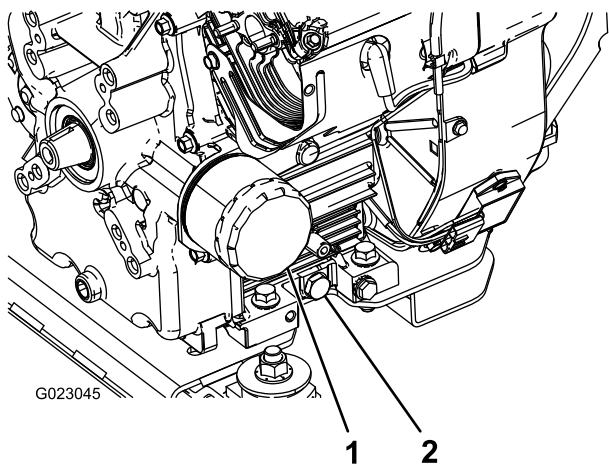

Figura 43
5. Retire el tapón de vaciado (Figura 43).
2. Retire el filtro de aceite (Figura 43).
5. Instale el filtro de aceite nuevo en el adaptador del filtro. Gire el filtro en el sentido de las agujas del reloj hasta que la junta de goma entre en contacto con el adaptador del filtro, luego apriete el filtro media vuelta más (Figura 43).